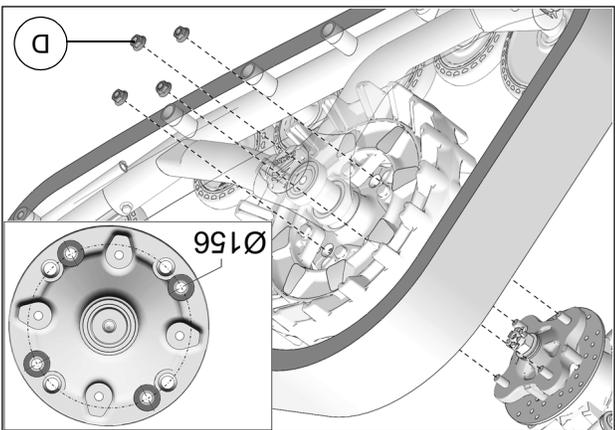

Fig. 13
11. Fixer le système de traction au moyeu de roue arrière. Utiliser le cercle de perçage de $\varnothing 156\text{mm}$ et les écrous de roue 3/8-24 (D) fournis. Voir la Fig. 13